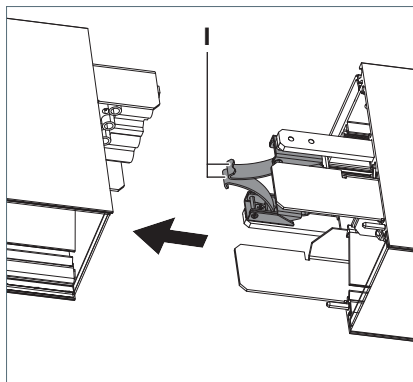

Fig. 23: Fixer des luminaires les uns aux autres.
- Pressez les étriers **I** l'un contre l'autre, voir Fig. 23.